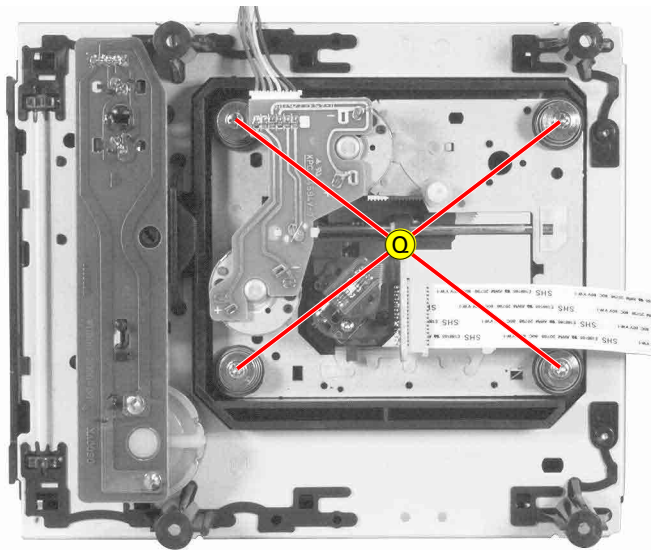

Fig. 14
- 4 Schrauben ① (Fig. 14) herausdrehen.
- Undo 4 screws ① (Fig. 14).